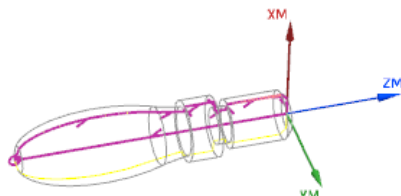

图 4.15 部件边界
Step2. 单击“车削工件”对话框 **指定部件边界** 右侧的  按钮，系统弹出“部件边界”对话框，此时系统会自动指定部件边界并在图形区显示，如图 4.15 所示；单击  按钮，完成部件边界的定义。